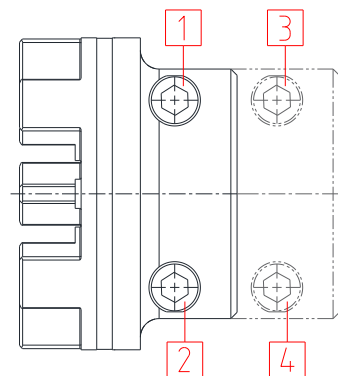

Fig. 14 : Serrage des vis
- Immobilisez les moyeux fendus DH en serrant les vis de serrage en alternance et par étapes (voir Fig. 14). Pour ce faire, commencez par 1/3 dans la première étape, 2/3 dans la deuxième étape et le couple de serrage complet dans la dernière étape. Les vis doivent être serrées à l'aide d'une clé dynamométrique jusqu'aux couples de serrage T_A du tableau 3. Enfin, serrez toutes les vis jusqu'à ce que le couple de serrage complet soit atteint pour toutes les vis.